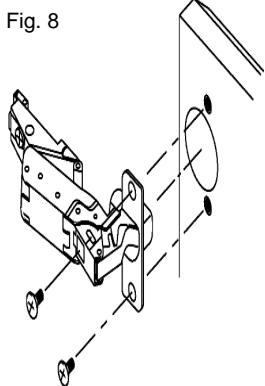

Fig. 9
4. Coloque la puerta insertando los extremos libres de las bisagras en los soportes de la carcasa (Fig. 9).